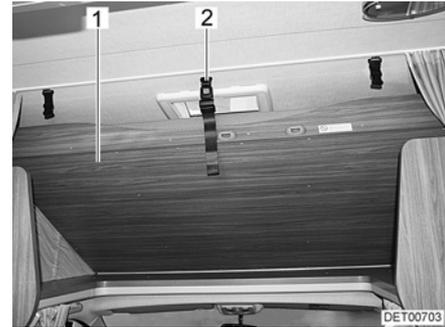

Fig. 51 Cama de alcoba en posición de viaje
- Girar la cama de alcoba (Fig. 51,1) hacia arriba y dejar que la cinta de sujeción (Fig. 51,2) engatille en el soporte en el techo.